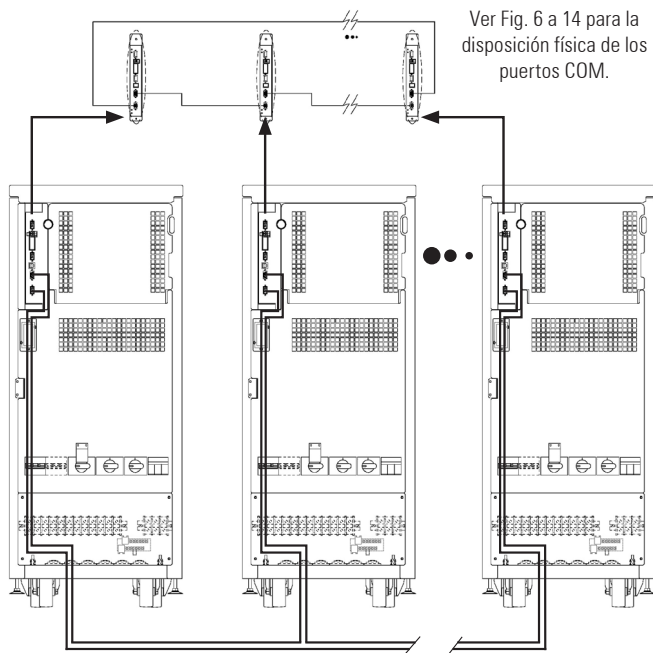

Fig. 38. Conexión del BUS de comunicación.
- En la Fig. 38 se muestra a modo de ejemplo como realizar las conexiones del BUS de comunicación.